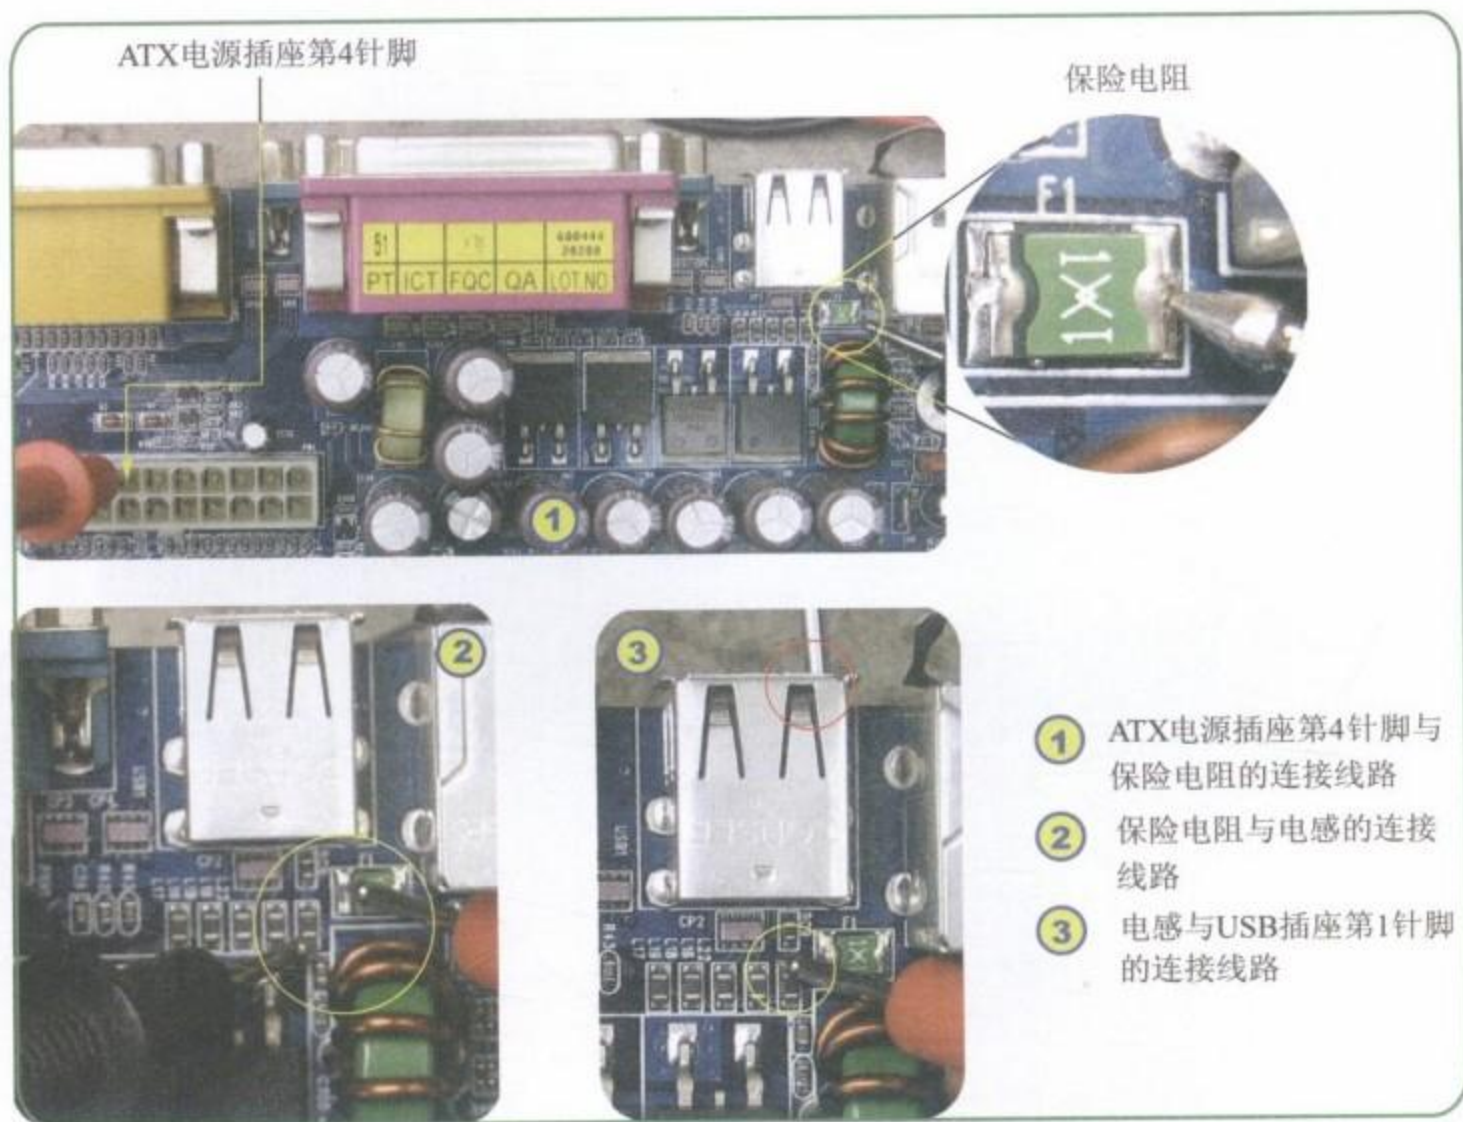

图5-46 测量USB接口插座第1针脚的线路
Step 01 将万用表调到“蜂鸣”挡，测量电源插座第4针脚经过保险电阻到USB接口插座的第1针脚的线路，如图5-46所示。